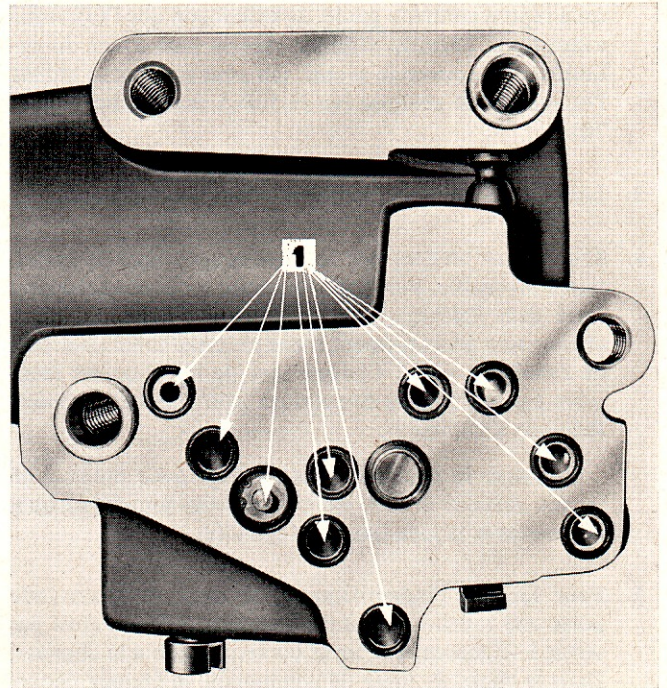

Figure 73: Emplacement des joints toriques du cylindre de relevage
2. Monter des joints toriques neufs dans les alésages des passages d'huile du cylindre de relevage (Figure 73).